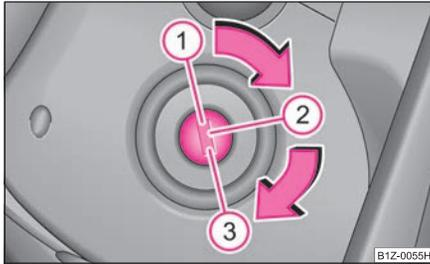

Abb. 91 Zündschloss-
- Den Motor schalten Sie durch Drehen des Zündschlüssels in Stellung  aus ⇒ Seite 84, Abb. 91.